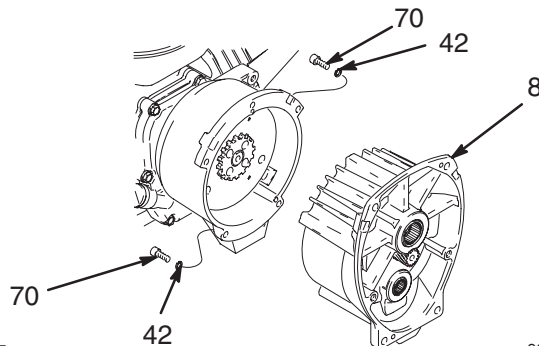
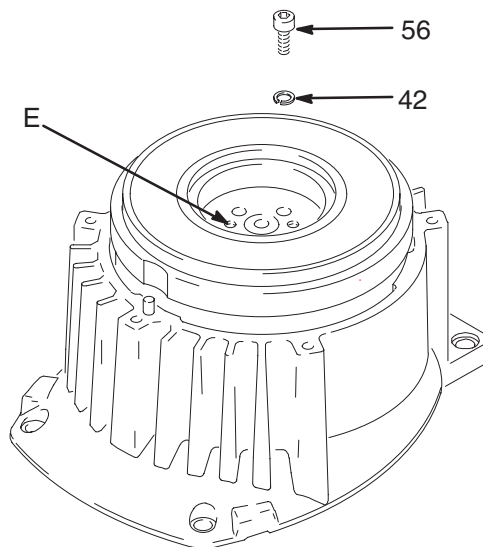
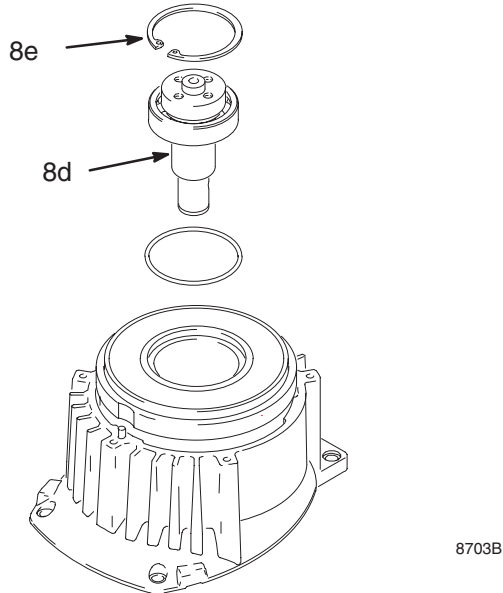

Abb. 7
Abb. 8
Abb. 9
4. Abb. 7. Die fünf Schrauben (70) und Federringe (42) sowie den Getriebebesatz (8) entfernen.
5. Abb. 8. Den Getriebebesatz (8) mit der Kupplungsplatte nach oben auf die Werkbank legen.
6. Die vier Schrauben (56) und Federringe (42) entfernen. Zwei Schrauben in die Gewindelöcher (E) in der Kupplungsplatte eindrehen. Schrauben so weit abwechselnd eindrehen, bis die Kupplungsplatte herauskommt.
7. Abb. 9. Den Haltering (8e) entfernen.
5. Vier Schrauben (44) und Federringe (42) einsetzen und mit 14 Nm festziehen.
6. Abb. 9. Die Getriebewelle (8d) mit einem Plastikhammer hineinklopfen.
7. Den Haltering (8e) so einbauen, daß die abgeschrägte Seite zum Stator (Y) weist.
8. Abb. 8. Den Getriebesatz mit der Kupplungsplatte nach oben auf die Werkbank legen.
9. Loctite auf die Schrauben auftragen. Vier Schrauben (44) und Federringe (42) installieren. Die Schrauben abwechselnd mit 14 Nm festziehen, bis die Kupplungsplatte sicher gehalten wird. Zur Befestigung der Kupplungsplatte Gewindelöcher verwenden.
10. Abb. 7. Den Getriebesatz (8) mit fünf Schrauben (70) und Federringen (42) einbauen.